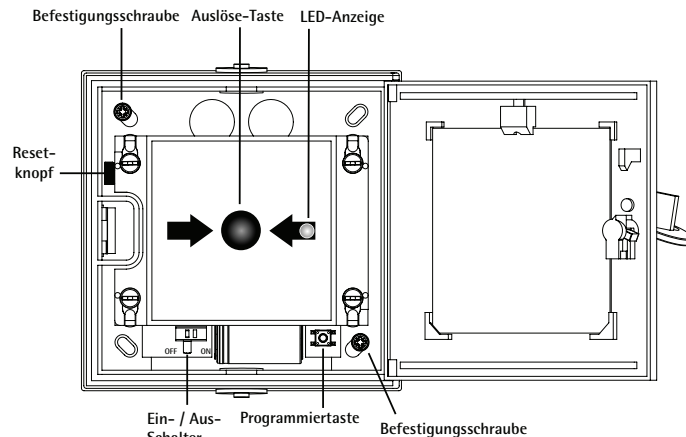

Figure 1
2. Befestigen Sie den Ei407G bei geöffneter Gehäusetür mit den mitgelieferten Befestigungsschrauben sicher an der Wand (siehe Position der Befestigungsschrauben in Abb.1).
5. Drücken und Halten Sie die Programmier-taste (siehe Abb. 1) gedrückt, bis die LED blau leuchtet, und lassen Sie sie dann los. Die LED blinkt beim Eintritt in die Programmierphase einen Moment lang schnell. Während der Programmierung blinkt sie weiterhin alle 5 Sekunden blau.